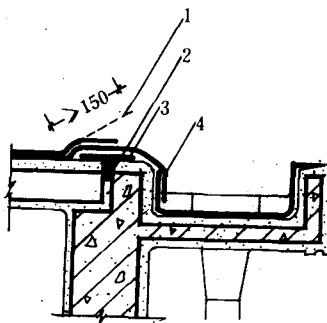

图 2.2.8 天沟、檐沟与屋面交接处渗漏维修
2.2.8 天沟、檐沟、泛水部位卷材开裂维修，应清除破损卷材及胶结材料，在裂缝内嵌填密封材料，缝上铺设卷材附加层或带有胎体增强材料的涂膜附加层，面层贴盖的卷材应封严（图 2.2.8）。